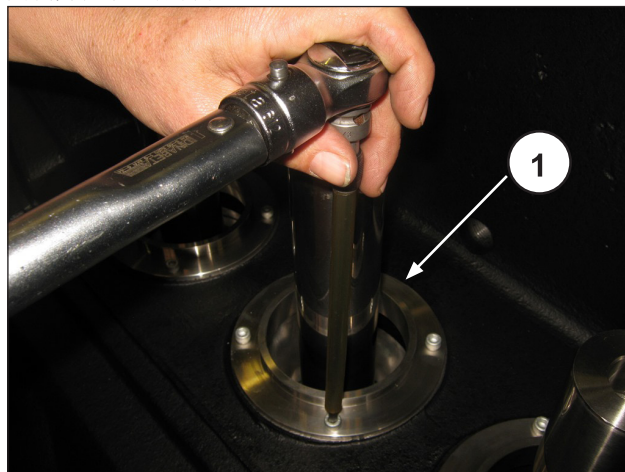

图 160
拧紧4个M6螺栓（位置①，图 160），并按照第3节的指示，用测力扳手进行调节。